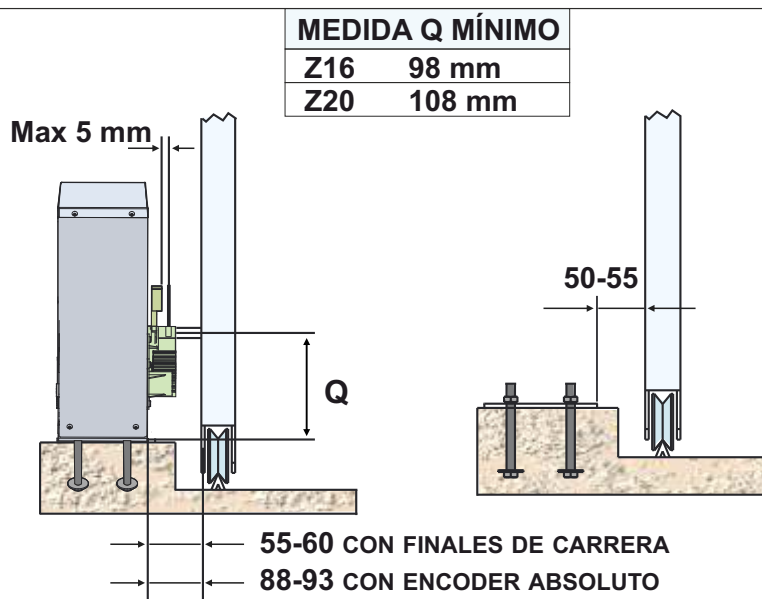
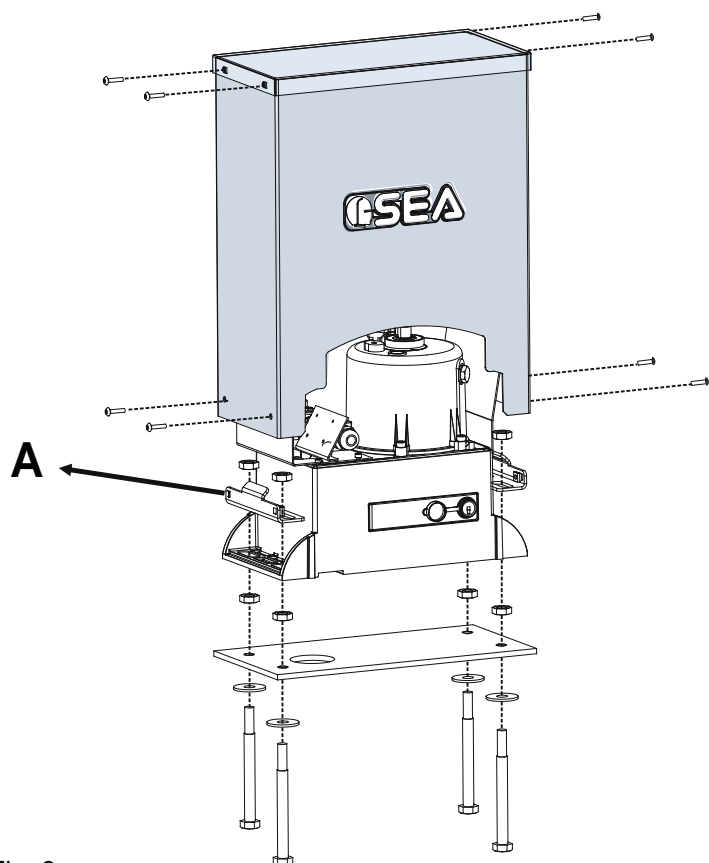
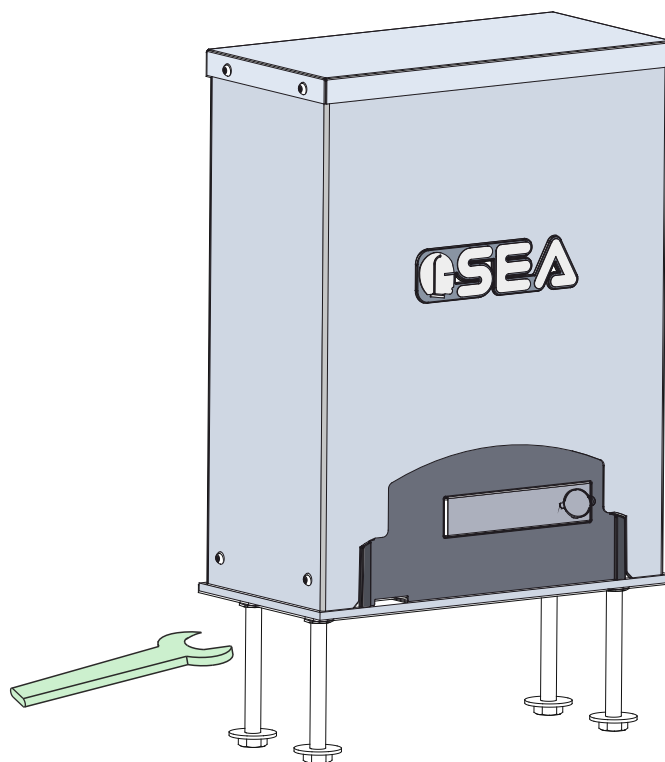

Fig. 4
Fig. 6
Fig. 7
2.3. Antes de cementar la placa, asegúrese de que esté perfectamente horizontal y que se respete la dimensión de 50-55 mm indicada en la Fig. 4
4.1. Fijar el operador a la placa de base mediante los tornillos suministrados - Fig. 6, ajustando su posición lateral y altura - Fig. 7, para cumplir con las dimensiones indicadas en la Fig. 4
4.2. *Tenga cuidado de insertar correctamente la placa «A» en su posición y fijarla al motorreductor como se muestra en Fig. 6*